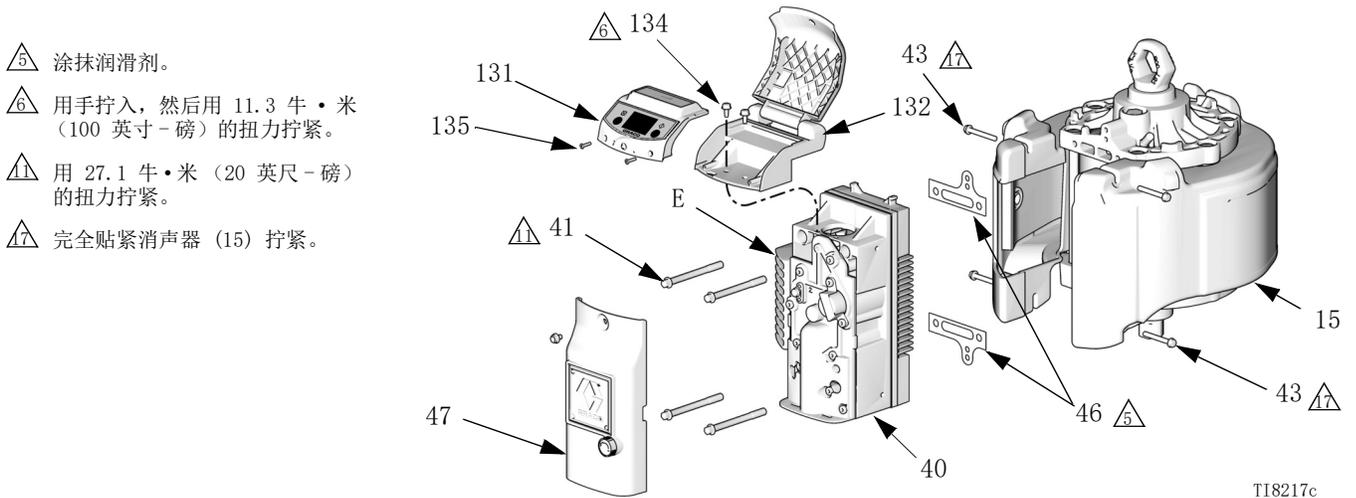

图 9: 卸下空气阀 (所示为带有 DataTrak 模块的型号)
4. 请参见图 9。卸下外阀盖（47）。
- a. **DataTrak 型号:** 卸下两个螺丝 (135)。小心地卸下 DataTrak 模块 (131)，请参见第 14 页。断开防空打电磁阀电缆和传感器电缆与模块控制板的连接。卸下两个螺丝 (134)，小心地将外罩 (132) 从空气阀上推出。